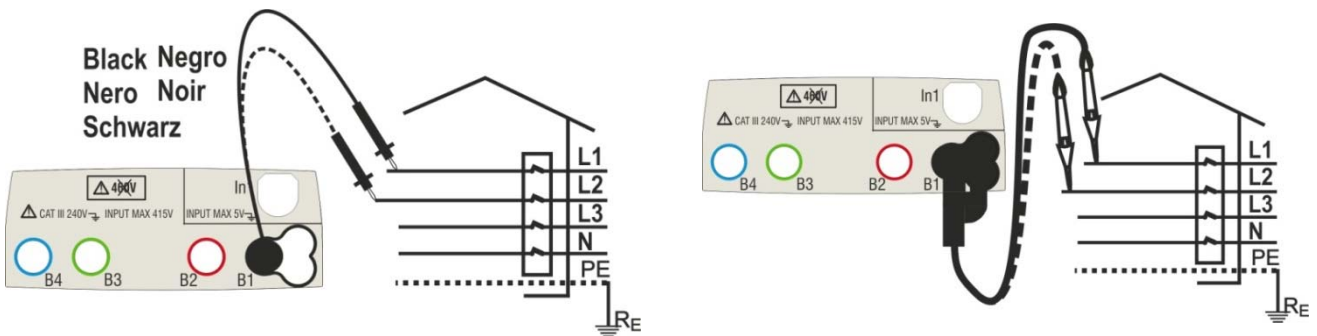

Abb. 20: Geräteanschluss zur Messung der Drehfeldrichtung mit einem Messkabel und Tastkopf
3. Führen Sie den blauen und schwarzen Stecker der Messleitungen in die entsprechenden Eingangsbuchsen B4 und B1 des Messgerätes (2T Messung) ein. Führen Sie an den freien Kabelenden die entsprechenden Krokodilklemmen oder Messleitungen ein. Sie können auch den Tastkopf benutzen, indem Sie dessen mehrpoligen Steckverbinder in die Eingangsbuchse B1 einführen. Verbinden Sie die Krokodilklemmen, die Messkabel oder den Tastkopf mit der Phase L1 und N wie in Abb. 20 und Abb. 21.
Verbinden Sie die Krokodilklemmen, die Messkabel oder den Tastkopf mit der Phase L2 und N wie in Abb. 20 und Abb. 21.